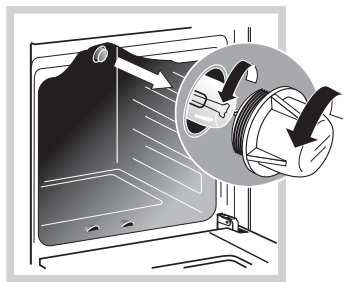

Рис. 16
- Открутите стеклянный плафон (рис. 16)